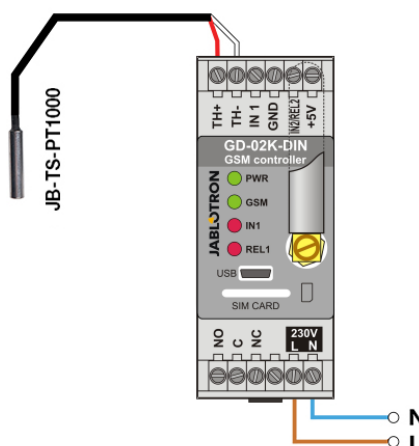

Figura 4: monitorização da temperatura.
- Respeitar a polaridade correta quando ligar o sensor de temperatura (fio vermelho = TH+, fio branco = TH-). Consultar a Figura 4.